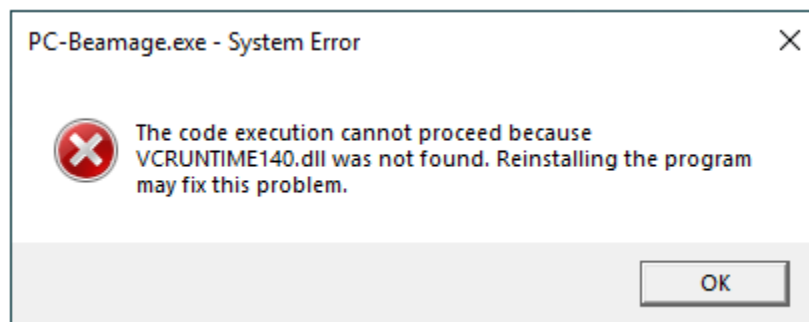

Figure 7-2 VCRUNTIME140.dll Manquant
- 1) Lors de la tentative d'installation de PC-Beamage, il est possible que l'installation de Microsoft Visual C++ 2015-2019 Redistributable (x86) soit requise. *Beamage Installer* (installateur Beamage) fera cette installation pour vous, mais si cela n'est pas possible, un message d'erreur sera affiché au démarrage de PC-Beamage, voir Figure 7-2.